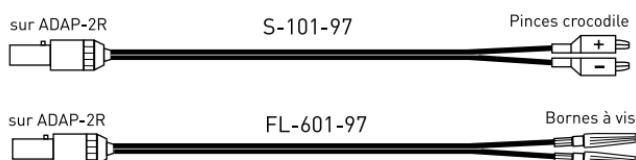

Figure 13 : câbles à usage unique de Remington Medical Inc. (États-Unis uniquement)
- Le **câble adaptateur ADAP-2R** est un câble réutilisable qui sert à relier les câbles à usage unique conformément à la figure 13 (États-Unis uniquement), avec Reocor D (utiliser les adaptateurs Redel).